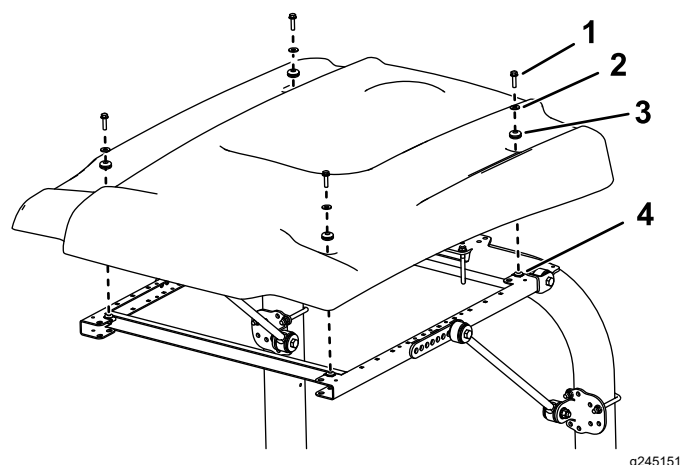

Figura 38
15. Alinee los taladros de montaje y posicione el toldo sobre el bastidor, según se muestra en Figura 38.
16. Sujete provisionalmente cada esquina del toldo al bastidor con un perno con arandela prensada ($\frac{5}{16}$ " x $1\frac{1}{4}$ "), una arandela pequeña y un anillo de goma (Figura 38).